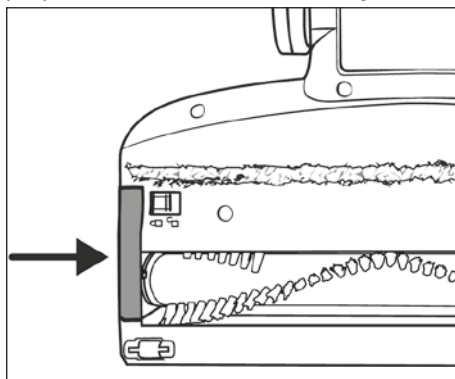

Fig. 27
- 6) Inserire il supporto del rullo a spazzola 20 nuovamente nella spazzola per pavimenti 22. Premerlo verso il basso finché non si innesta nella spazzola per pavimenti 22 con un clic (vedere fig. 27).